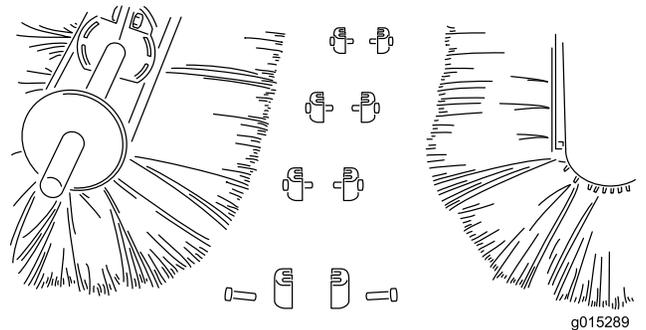

図 30
3. ブラシハーフを半分に割り、破損している部分を廃棄する 図 30。